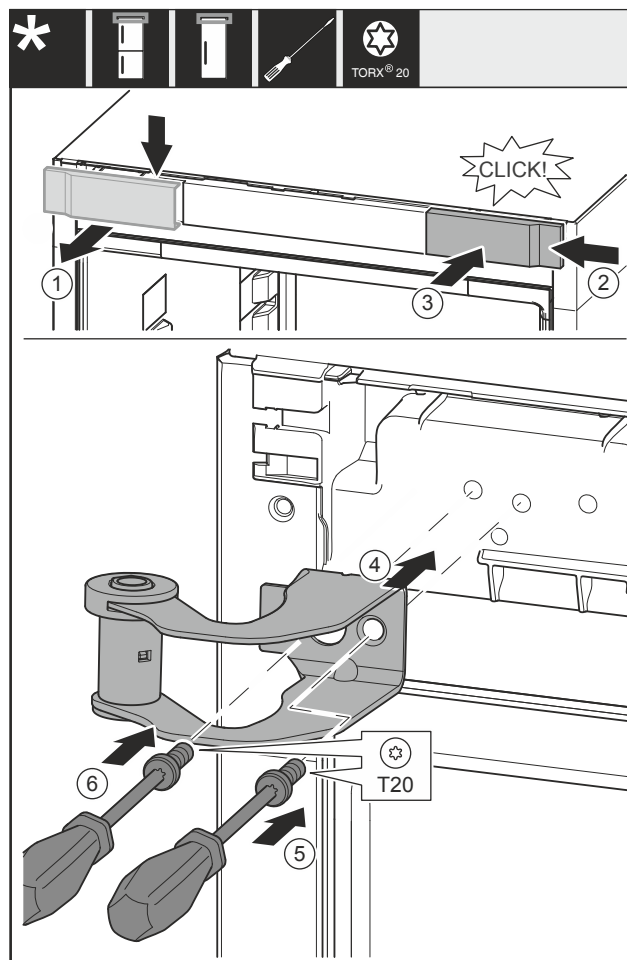

Fig. 14
- ▶ Afdekking Fig. 14 (1) van boven af naar voren lostrekken.
- ▶ Afdekking Fig. 14 (2) 180° gedraaid aan de andere zijde van rechts inhangen.
- ▶ Afdekking Fig. 14 (3) vastklikken.
- ▶ Bovenste lagerbok Fig. 14 (4) bevestigen.
- ▶ Schroef Fig. 14 (5) vastdraaien.
- ▶ Schroef Fig. 14 (6) vastdraaien.